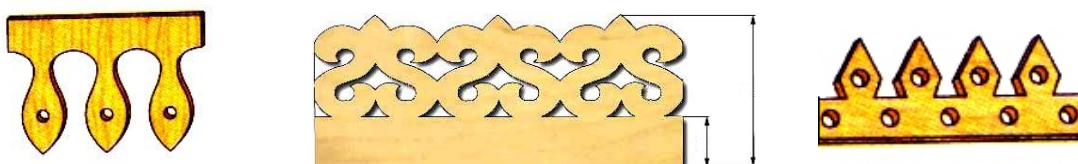

Рис. 1. Образец шаблона для изготовления ажурного наличника.
1. С помощью образцов (рис. 1) разработать эскиз и изготовить шаблон со ступенчатым (достаточно три ступени) или зубчатым (достаточно четыре зуба) орнаментом для изготовления ажурного наличника.